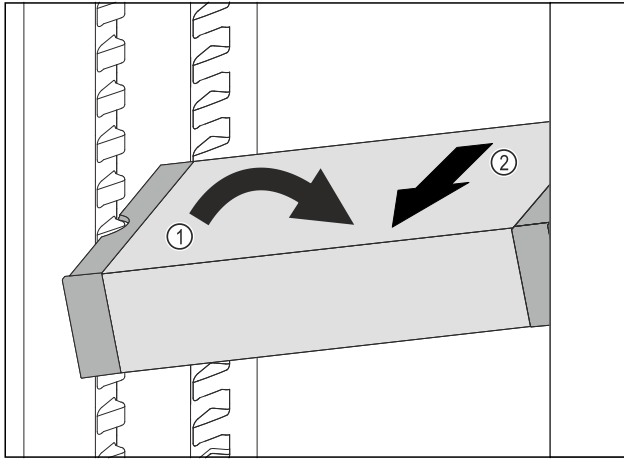

Fig. 109
- VarioSafe çekmecesini soğutma bölgesinde eğik duruma getirin. Fig. 109 (1)
- VarioSafe çekmecesini öne doğru çekerek çıkarın. Fig. 109 (2)